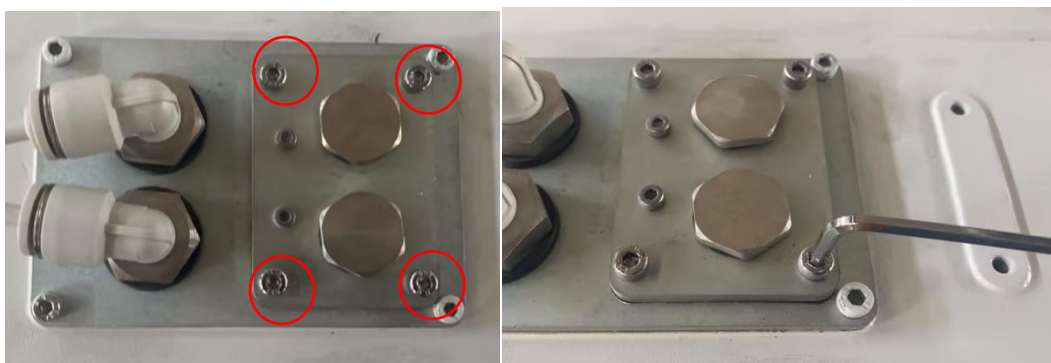

图 3-12 I/O 顶盖螺钉拆卸示意图
1) 拆除图 3-12 示螺钉（4-M4x8），使用工具：内六角扳手。